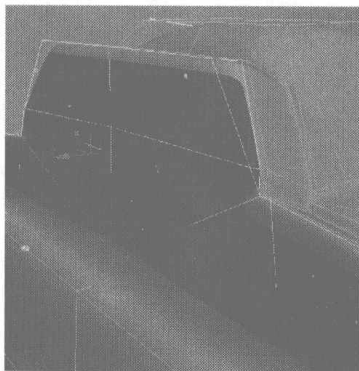
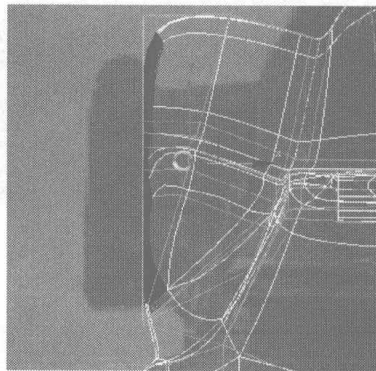

图 6.164
图 6.165
- 08** 选择如图 6.164 所示的面, 在 Edit Geometry 卷展栏中单击  按钮, 使该面沿 Z 轴平面显示, 在 Left 视图中沿 X 轴向左移动该平面, 如图 6.165 所示。